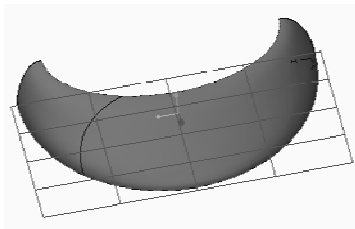
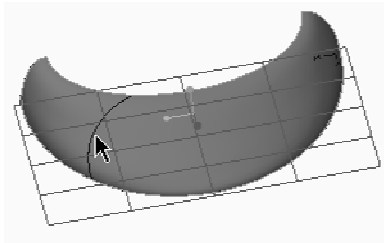

图 8-47 自由形式曲面和曲线
图 8-48 选择要用于修剪面组的曲线
① 在“快速访问”工具栏中单击“打开”按钮，弹出“文件打开”对话框，选择配套范例文件“bc_8_s_trim.prt”，然后单击该对话框中的“打开”按钮。
② 单击“造型”按钮，从而进入“样式”设计环境。此时注意已有的自由形式曲面和曲线如图 8-47 所示。
③ 在功能区的“样式”选项卡的“曲面”面板中单击“曲面修剪”按钮，打开“造型：曲面修剪”选项卡。
④ 面组收集器处于活动状态，选择要修剪的一个或多个面组。在这里只选择一个自由形式曲面。
⑤ 在“造型：曲面修剪”选项卡“曲线”收集器的框中单击，将其激活，单击要用于修剪面组的曲线（所选曲线必须位于已选择的面组上），如图 8-48 所示。